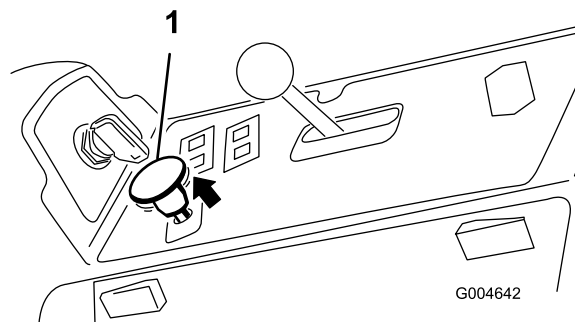

Figure 57
3. Tirez sur la commande de PDF pour engager la PDF (Figure 57).